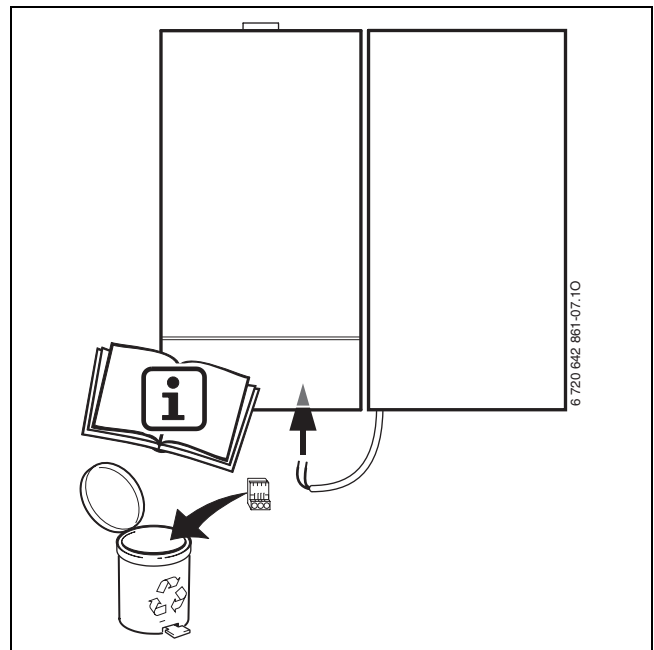

Fig. 8
- ▶ Retirer la fiche de raccordement de la sonde de température du préparateur (→ Fig. 8).